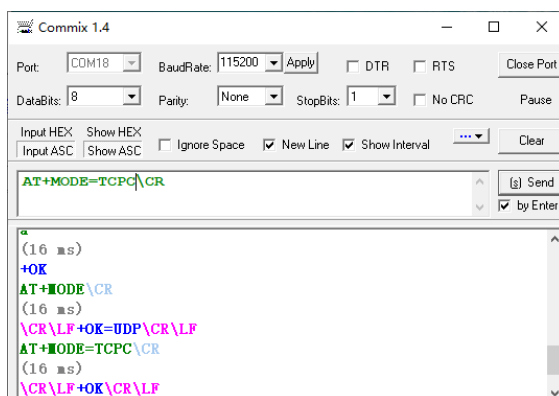

图 6-12 AT 指令设置 TCP Client 模式
1) 将模块设置为 TCP Client 模式，目标端口设置为 60000。可通过 AT 指令和网页两种方式进行设置，以 AT 指令设置为例，如图 6-12 所示。具体 AT 指令模式进入操作请参考，AT 指令集部分。
2) 如图 6-12 所示，收到 “+OK”表明模块设置 TCP Client 模式完成。然后退出 AT 指令模式，程序自动返回透传模式。